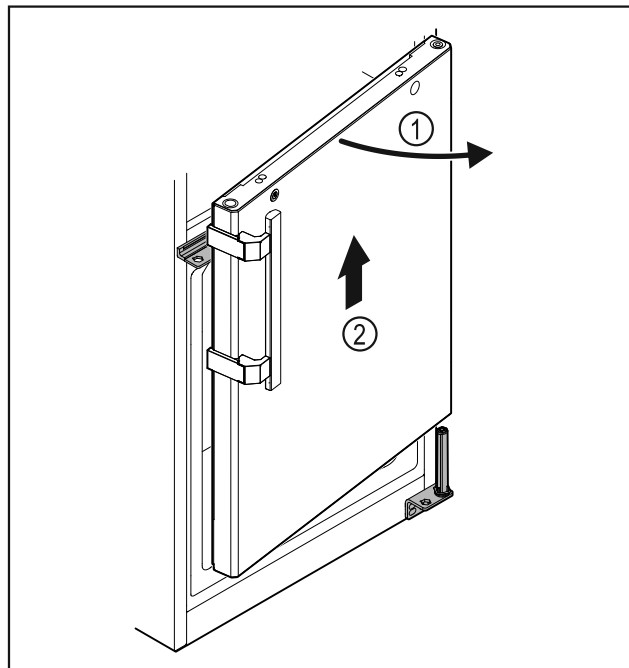

Fig. 33
- ▶ Az ajtót Fig. 33 (1) kissé nyissa ki, emelje meg felfelé kb. 200 mm-rel, majd vegye le Fig. 33 (2).